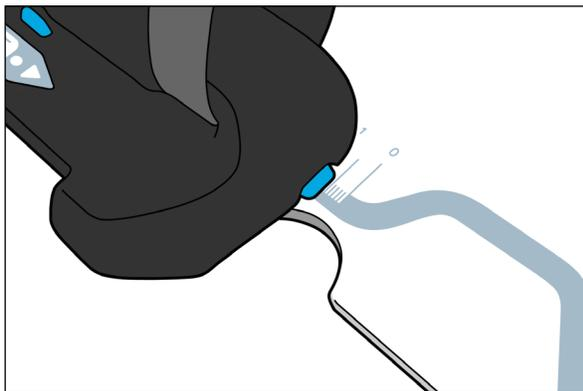

Fig. 12
9. Anote las posiciones de la escala de las pinzas y del cinturón (Figs. 12 y 13).